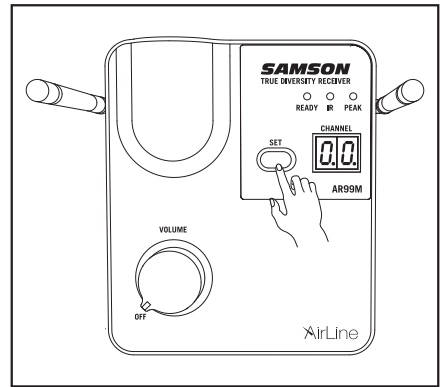

Figura 1
5. Presione el botón SET durante más de 2 segundos (la pantalla comenzará a destellar rápidamente) en la parte frontal del receptor AR99m para buscar un canal disponible. Una vez que se selecciona el canal óptimo, el receptor entrará en el modo de configuración de IR. La pantalla parpadeará lentamente en el modo de ajuste de IR. Si desea configurar un transmisor para el canal seleccionado actualmente del receptor, presione y mantenga presionado el botón SET durante más de 10 segundos (hasta que la pantalla parpadee lentamente) para ingresar directamente al modo de configuración de IR. (Figura 1).